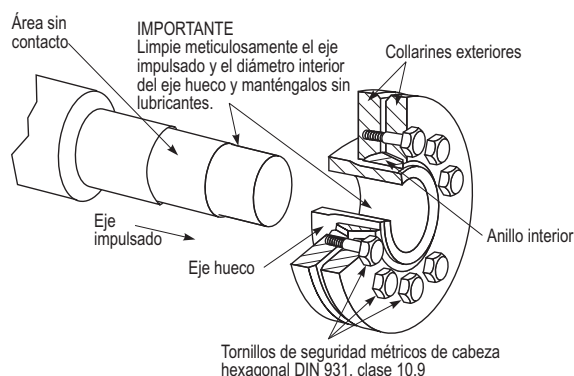

FIGURA 1. DISCO DE CONTRACCIÓN TÍPICO
Los nuevos discos de contracción se proporcionan listos para la instalación. Antes de apretar los tornillos de seguridad, quite los espaciadores (utilizados para proteger el anillo interior durante el envío) que se encuentran entre los collarines exteriores. En la figura 1 se muestra la ilustración de una vista de corte de un disco de contracción típico.
2. Elimine cuidadosamente con disolvente todo el lubricante del ID del eje hueco debajo del disco de contracción y del OD del eje impulsado antes de realizar el montaje de la transmisión por engranajes en el eje impulsado (figura 1). Cualquier resto de lubricante en el eje impulsado o en el ID del eje hueco debajo del disco de contracción reducirá significativamente la capacidad de transmisión de torque del disco de contracción.